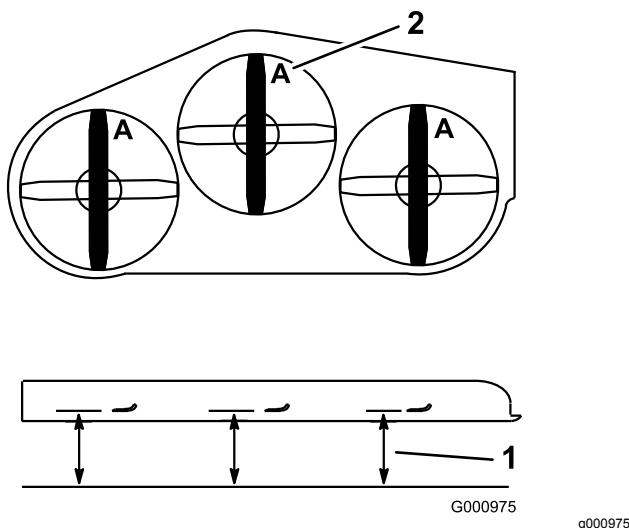

**Figura 64**
1. Inspeccione los filos de corte (Figura 64).
4. Si observa fisuras, desgaste o la formación de una ranura en esta zona, instale de inmediato una cuchilla nueva (Figura 64).